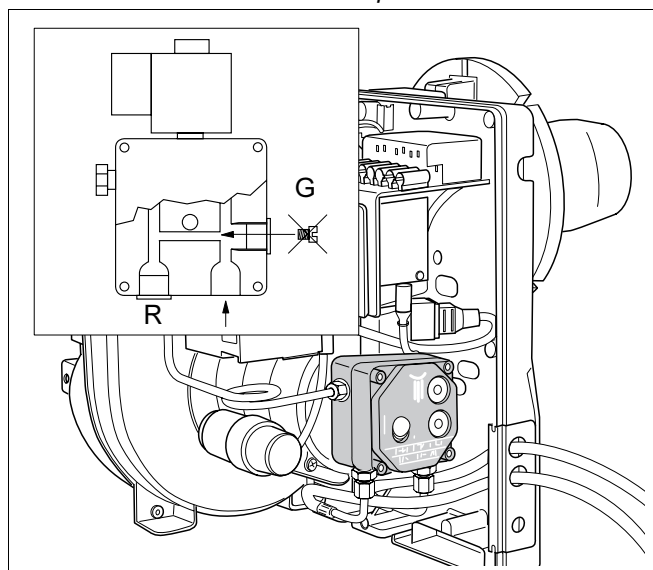

Рис. 8 Однотрубная система – дополнительные работы
- Подключить обратную линию "R" (рис. 8) к топливному насосу.
- На топливном насосе удалить болт "G" (рис. 8). Для этого открыть топливный насос.